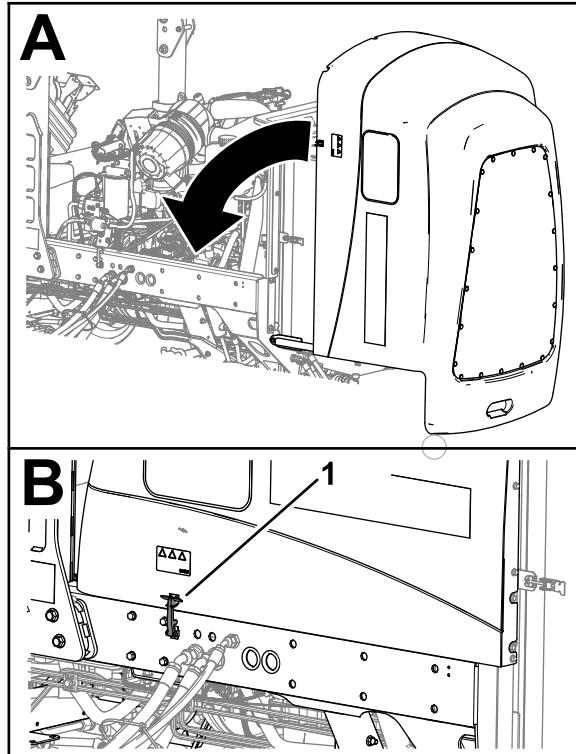

Figura 49
1. Gire cuidadosamente el capó para cerrarlo (Figura 49).